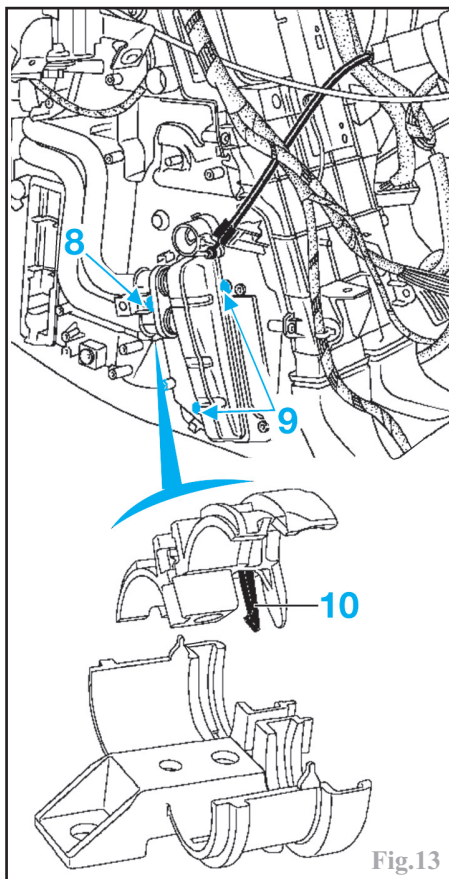

Fig.13
-les vis de fixation (8) du radiateur, les vis de fixation (9) de la bride des canalisations sur le radiateur puis décliper la bride (10) à l'aide d'un petit tournevis (Fig.13).